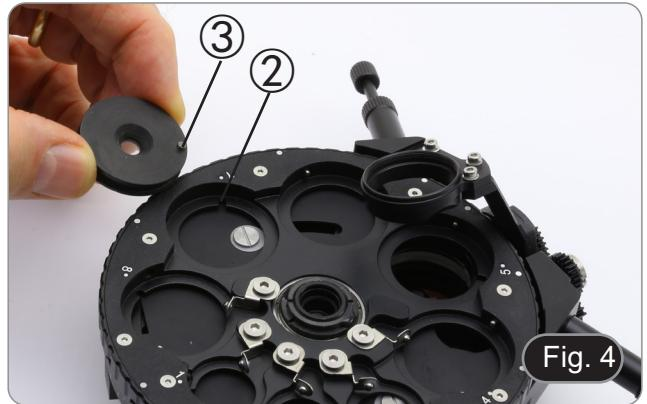

Fig. 4
- Allineare il piedino posto nella parte sottostante del prisma DIC ③ (Fig. 4) con l'intaglio del condensatore ②.